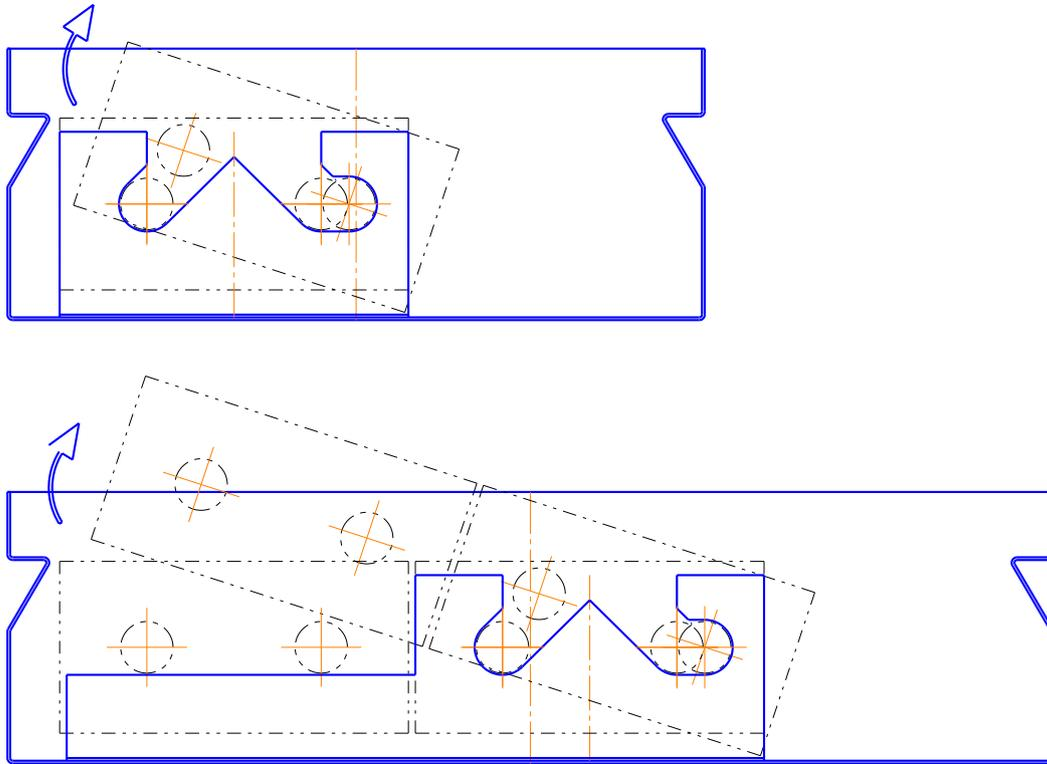

Рис.11 Схема установки-снятия теплообменника конвектора серии «Бриз».
3. При необходимости снять медно-алюминиевый теплообменник с кронштейнов или установить его на кронштейны корпуса – ознакомьтесь со схемой установки (рис. 11).